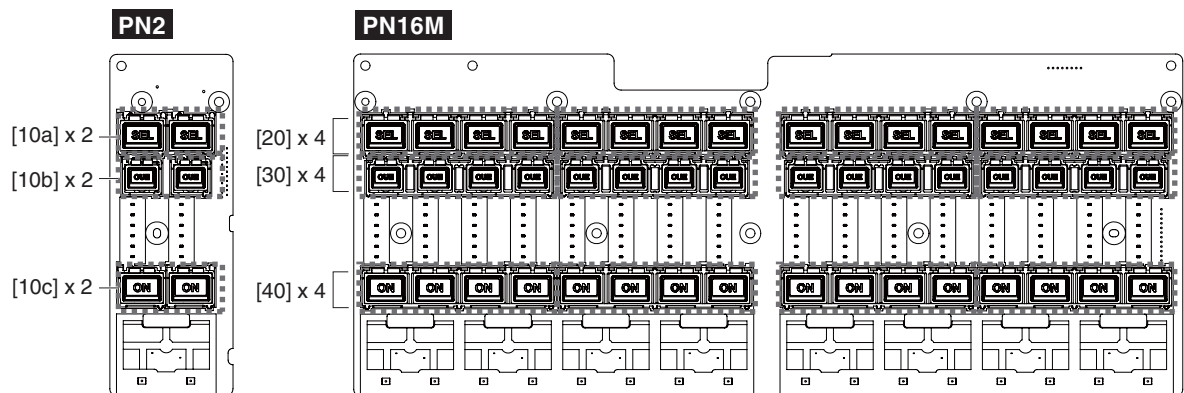

Fig. 15 (図15)
* **The PN16M circuit board contains the following buttons (Fig. 15)**
- [40]: Button L (LARGE) 4P (ON) 4 pc.
- ※ PN16M シートには、下記のボタンがついています。(図 15)
- ・ [40]: ボタン (大) 4 連 (ON) 4 個
* **The PN2 circuit board contains the following buttons (Fig. 15)**
- [10c]: Button L (LARGE) (ON) 2 pc.
※ PN2 シートには、下記のボタンがついています。(図 15)